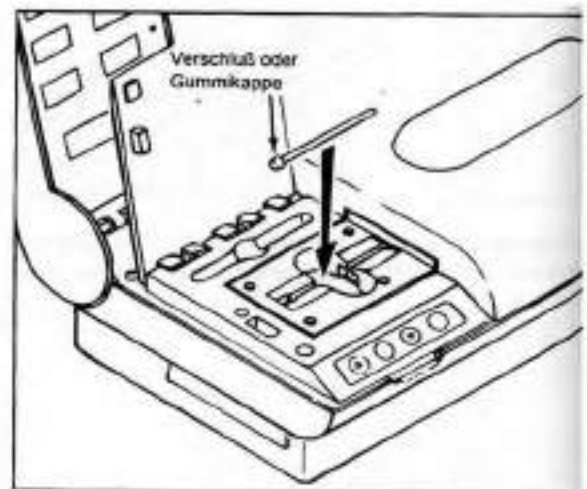

Abb. 4-3. Korrektes Einlegen der Röhrchen
**Alle QBC Teströhrchen müssen wie in Abb.4-3 gezeigt in das Analysegerät eingelegt werden.** Der Verschluss der Kapillare zeigt nach links, das offene Ende in Richtung der optischen Auswerteeinheit.
Wenn das Analysegerät einen Fehler oder eine Unregelmäßigkeit erfaßt, erscheint ein Fehlercode oder eine Fehlermeldung. (Abb. 4-3)